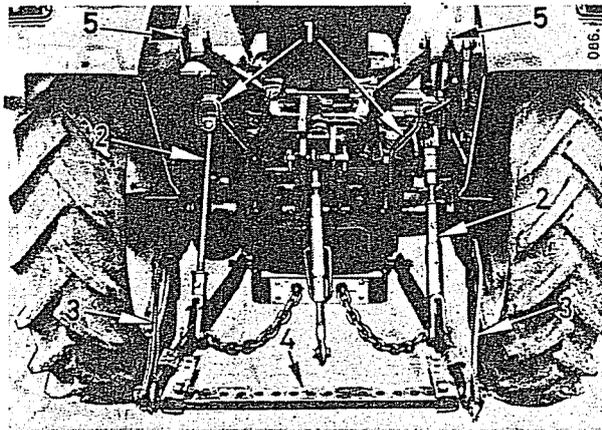

Fig. 19
Une barre d'attelage se fixant dans les rotules des barres de traction permet d'atteler des instruments ou des machines traînées. Avant d'accoupler des machines ou des remorques sur l'attelage 3-points, observez les précautions suivantes : Enlevez les tringles des bras de relevage et branchez-les sur les supports (1, Fig. 19). Ceci règle automatiquement la barre d'attelage à la hauteur standard. Levez ensuite complètement les bras de relevage, jusqu'en butée. Pour éliminer le balancement latéral de l'attelage, montez des raidisseurs (3).